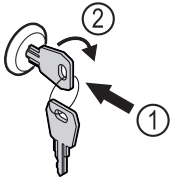

Fig. 123
- ▶ Uvucite ključ Fig. 123 (1).
- ▶ Okrenite ključ za 90° nadesno Fig. 123 (2).